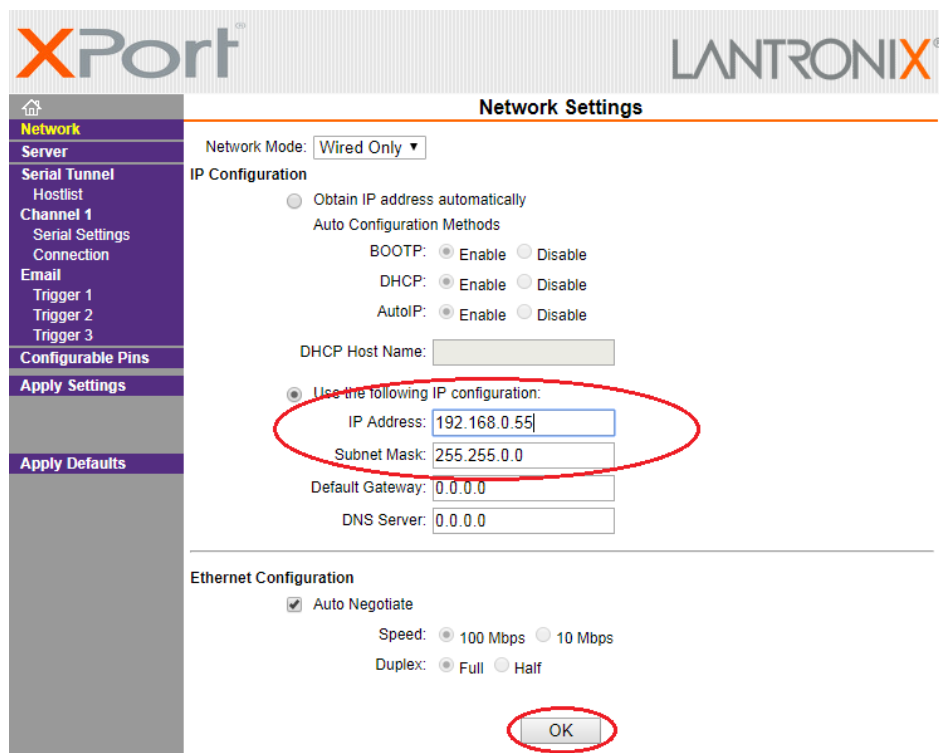

Рис. 7
11.4.1. Нажать кнопку «Network» в меню в левой части окна, выбрать «Use the Following IP configuration» и заполнить поля IP Address и Subnet Mask, подтвердить уставки кнопкой «ОК», как показано на рис.7. «IP Address» и «Subnet Mask» должны соответствовать проектной документации на систему телемеханики.